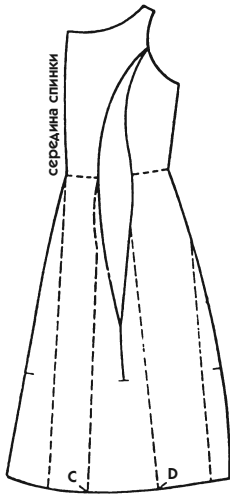

Рис. 613
8. Разрежьте лекало по линиям рельефа до низа юбки (рис. 613).
9. Перенесите контуры лекала, как показано пунктирными линиями на рис. 613.